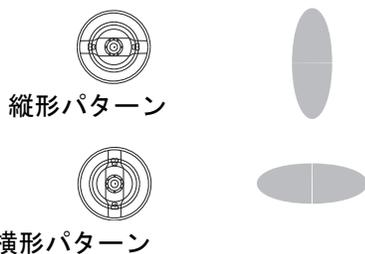

図 11. エアキャップの位置
3. エアキャップのリテーナーリングをゆるめて、縦横のスプレーパターンに応じてエアキャップを回転します。図 11 を参照してください。エアキャップが所定位置にしっかりと固定されるまで保持リングを締めます。手でエアキャップホーンを回すことをできなくする必要があります。